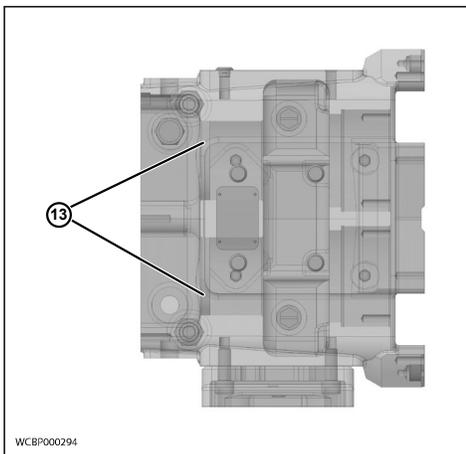

Ilustración 75 - Retirar las juntas de aceite traseras
- Quite y deseche ambas juntas traseras de aceite de la caja de engranajes (Ilustración 75, elemento 13).